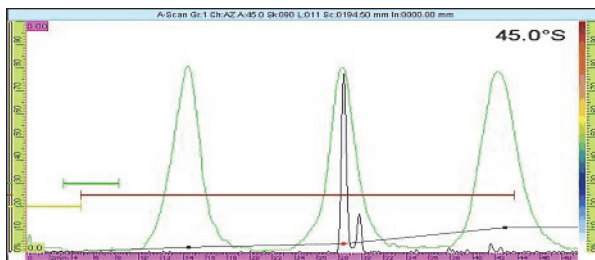

Figura 6-9 Involucro con picchi all'80%
3. Passare la sonda sul riflettore di taratura e verificare che tutti i picchi raggiungano l'80% (vedere Figura 6-9 a pagina 191).